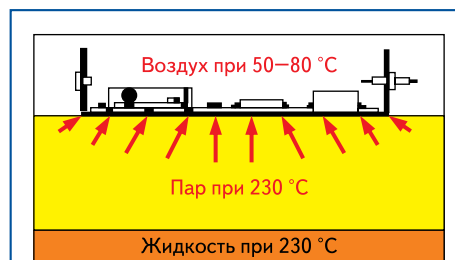

Рис. 2. Модуль погружается в пар
- Модуль погружается в пар и таким образом нагревается (рис. 2). Благодаря запатентованному компанией IBL Löttechnik GmbH режиму «мягкой» паровой фазы (более подробно о нем будет рассказано ниже), модуль выводится на режим предварительного нагрева, то есть выдерживается при температуре активации флюса заданное время (140 °С для свинцовосодержащих паяльных паст и 180 °С — для бессвинцовых паяльных паст).